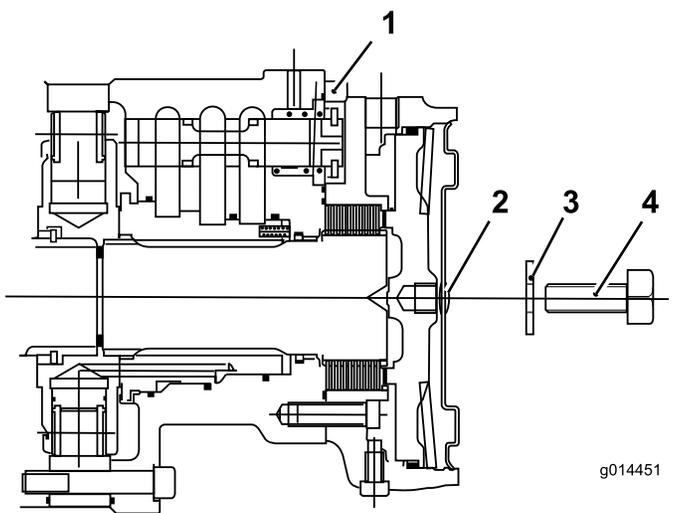

図 37
1. モーターエンドプレートの中央の穴から12 x 40 mmのボルトと12 mmのワッシャーを取り外す (図 37)。